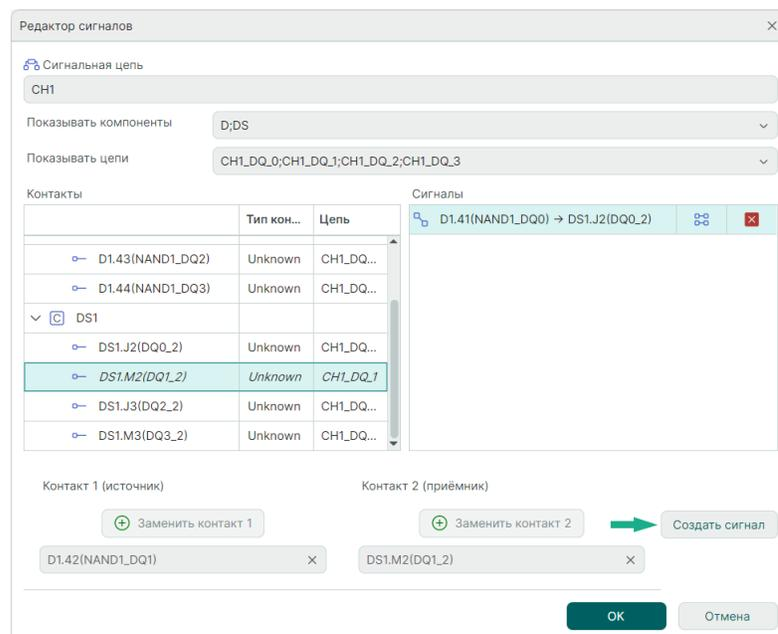

Рис. 359 Создание сигнала в окне редактора
3. В окне «Редактор сигналов» для контактов, входящих в отобранные цепи, определите источник и приемник сигнала. По завершении нажмите кнопку «Создать сигнал», см. Рис. 359.